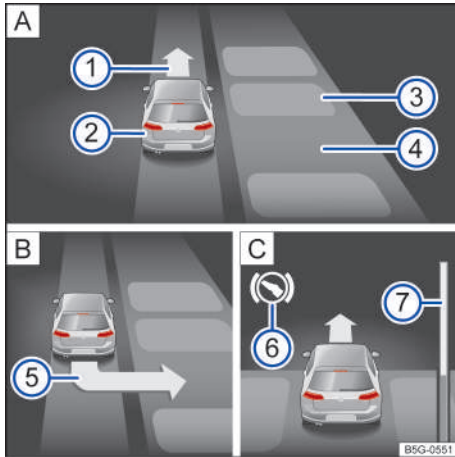

Fig. 183 En la pantalla del cuadro de instrumentos: aparcarse en batería.
- ① Indicación de circular marcha adelante
② Vehículo propio
③ Vehículo aparcado u obstáculo
④ Hueco de aparcamiento detectado
⑤ Indicación de retroceder
⑥ Indicación de frenar
⑦ Barra de progreso (distancia relativa aún por recorrer)
2. Tenga en cuenta la indicación para aparcarse de la pantalla del cuadro de instrumentos → fig. 183 ⑤.